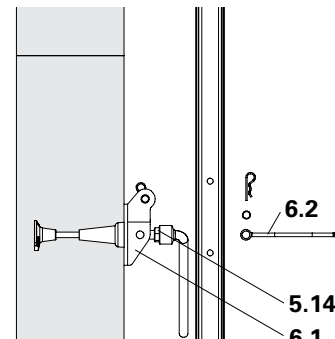

Fig. B1.34
4. Fissare l'attacco ancoraggio parete CB M24 (6.1) con vite M24 x 70 (5.14) Ch 36 al cono, dopo aver smontato la linguetta (6.2). Passare la linguetta nel montante anteriore e impernarla nuovamente nell'attacco. (Fig. B1.34)
4. Fissare l'attacco ancoraggio parete CB M24 (6.1) con vite M24 x 70 (5.14), Ch 36 al cono, dopo averne smontato la linguetta (6.2). Passare la linguetta nel montante anteriore e imperniarla nuovamente nell'attacco. (Fig. B1.34)